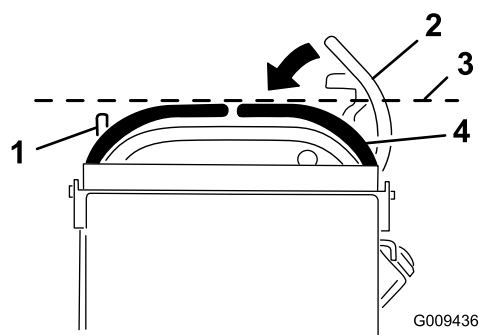

図 82
3. 左右の走行コントロールレバーを、ニュートラルロック位置にセットする 図 82。
4. 右側走行コントロールレバーと左側走行コントロールレバーの水平整列状態を見る 図 82。